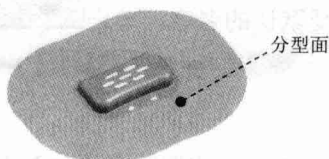

图 1.14 创建分型面
Step3. 在“分型面”对话框中,选择条带曲面单选项,单击按钮,系统返回至“分型管理器”对话框,创建的分型面如图1.14所示。